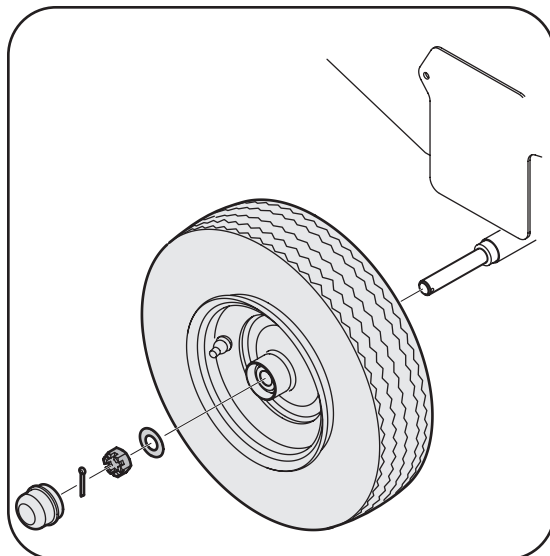

Figura 3-5
3. Retire el pasador de chaveta, tuerca ranurada hexagonal y arandela plana de cada eje. Vea la Figura 3-5.
8. Coloque los tapones de cubo en posición sobre las ruedas y de golpecitos al eje con un martillo o una maza. Vea la Figura 3-5.